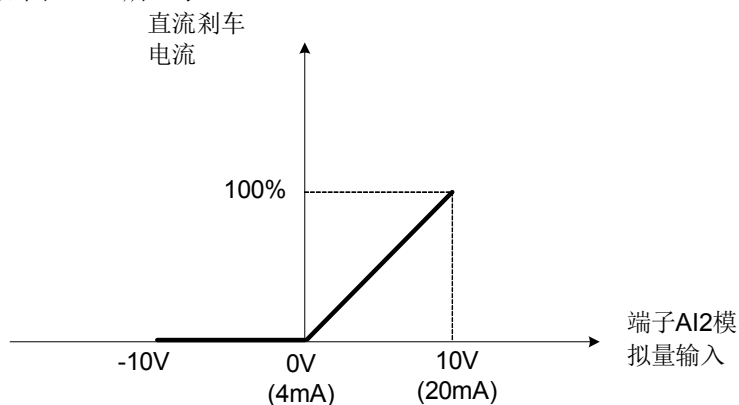

图4.3.41 直流刹车电流调整
(6) 直流刹车电流(设定= 5)。
- 直流刹车电流调整如图4.3.41所显示。